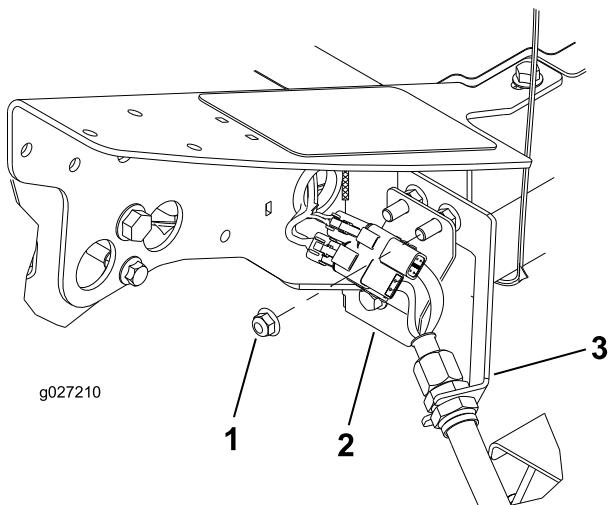

图1
1. 在机架的左前角处 (4 号滚刀组位置), 拆下将隔板支架固定到机器的额外凸缘头螺母 (图1)。
3. 将接头板插到隔板安装螺栓上, 接头位置如 图1 所示。